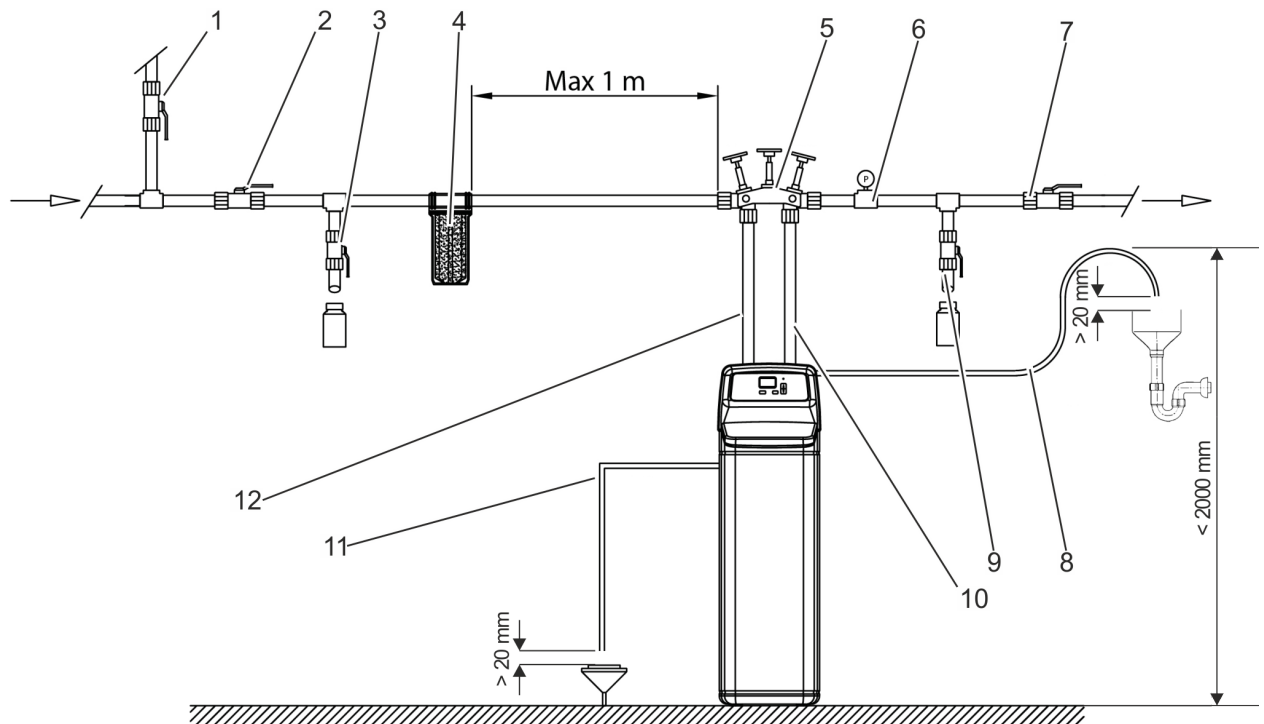

Abb. 3: Installationsschema
1. ➤ Vorgesaltetes Absperrventil mit Rückschlagventil (Abb. 3/2) und Absperrventil (Abb. 3/7) sperren.
Prüfventile (Abb. 3/3 und Abb. 3/9) öffnen.
*Das Manometer (Abb. 3/6) muss einen Druck von 0 bar anzeigen.*
Maximalabstand zwischen Boden und Abflussschlauch für Regenerationswasser von 2 m nicht überschreiten (Abb. 3/8).